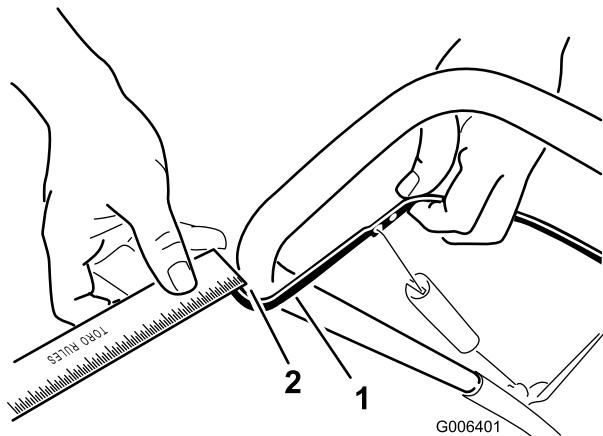

Figure 21
Rapprochez la barre de commande du guidon pour tendre le câble de commande (Figure 21).
**Remarque:** Vérifiez que la barre de commande et le guidon sont espacés de 2 à 3 mm (1/16 à 1/8") (Figure 21).
2. Accrochez le raccord en Z à un trou plus haut ou plus bas sur la bielle de réglage de manière à obtenir un écart de 2 à 3 mm (1/16 à 1/18") entre la barre de commande et le guidon (Figure 21).